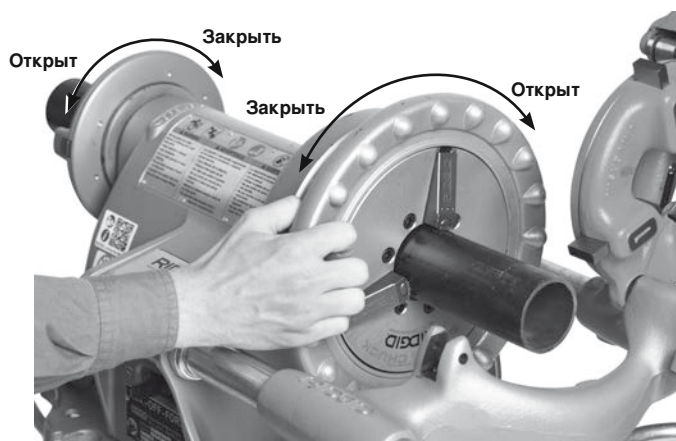

Рис. 14 – Закрепление трубы в зажимном патроне
4. Поверните задний центрирующий патрон против часовой стрелки (если смотреть с задней стороны станка), чтобы сомкнуть его на трубе (рис. 14) Проверьте, что труба отцентрирована во вставных губках. Это улучшает крепление трубы и обеспечивает более качественную резьбу.
трубе. Проверьте, что труба отцентрирована во вставных губках. С помощью нескольких сильных оборотов ручного маховичка против часовой стрелки закрепите трубу в переднем зажимном патроне (рис. 14).